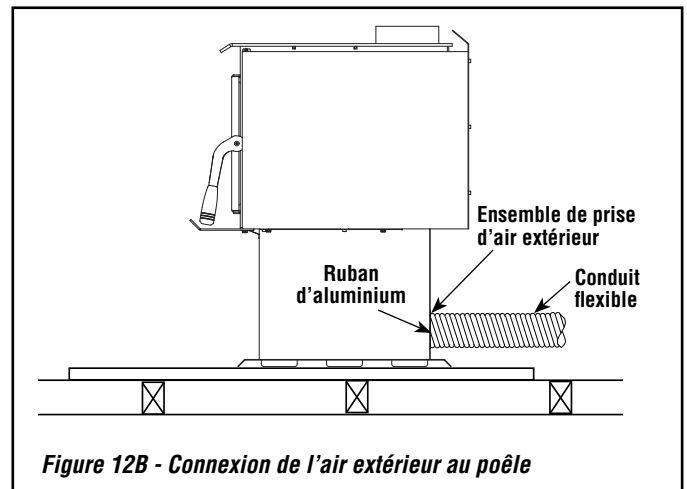

Figure 12B - Connexion de l'air extérieur au poêle
- Faites une ouverture de 4-1/4 po. (110 mm) dans le mur extérieur de la maison à l'emplacement choisi. De l'extérieur, placez le registre d'air dans l'ouverture (les persiennes ouvertes vers le bas) et fixez le registre au mur avec les vis tel que montré (voir **figures 12B and 13**).